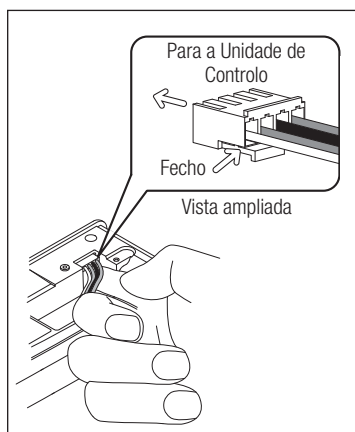

Fig. 8
- 5) Para libertar e remover o conector, carregue no fecho que está debaixo dele. (Fig. 8)